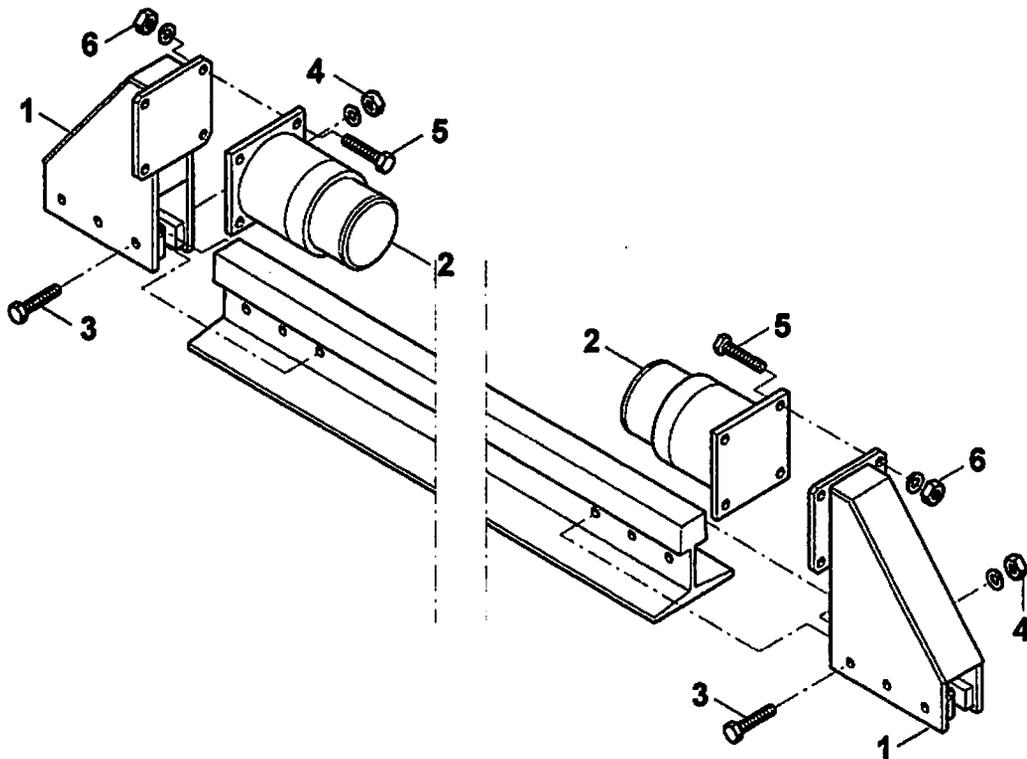

Abb. 3.3.2
Die Befestigungsbohrungen der Anschlaghalterung (1) müssen mit den Bohrungen auf den Schienen übereinstimmen. Die Schrauben (3) einstecken und mit den Schraubenmuttern (4) festdrehen. Den Anschlag (2) mit den Schrauben (5) und den Schraubenmuttern (6) auf der Halterung (1) montieren (Abb. 3.3.2).